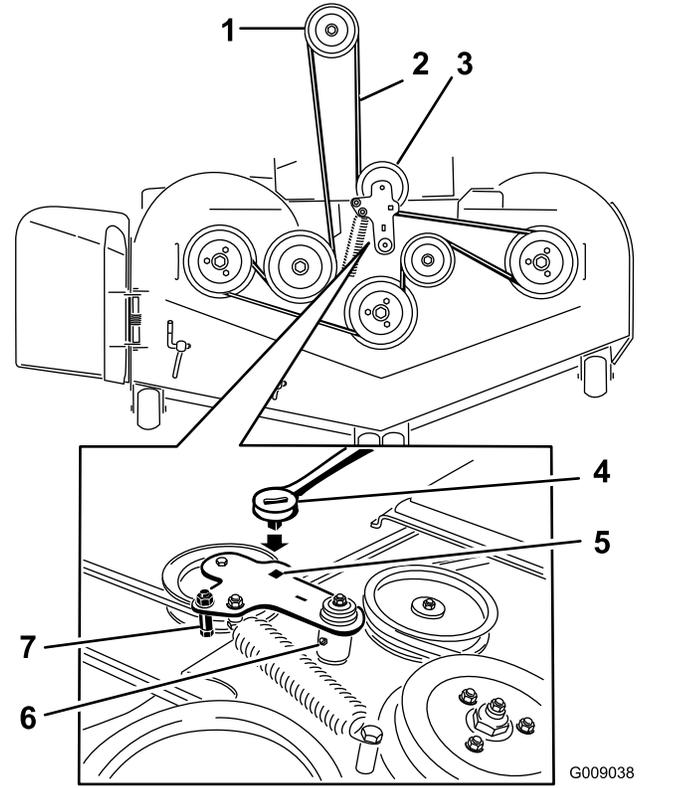

Figure 109
5. Soulevez le bac de plancher et insérez un rochet dans le trou carré de la poulie de tension du tablier (Figure 109).
6. Tournez la poulie de tension dans le sens horaire et déposez la courroie du tablier (Figure 109).